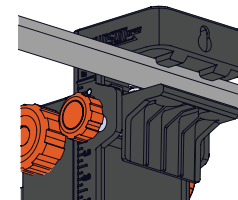

Figure 2 / Figure 2 / Figura 2
2. Place the track mount accessory onto a track, making sure the clamp is fully seated over the track. Tighten the track clamp knob to secure the track mount accessory to the track. See figure 2.
3. Place the track mount accessory onto a track, making sure the clamp is fully seated over the track. Tighten the track clamp knob to secure the track mount accessory to the track. See figure 2.
2. Placez l'accessoire de montage sur rail sur un rail, en vous assurant que le système de serrage soit bien en place sur le rail. Serrez le bouton de serrage du rail pour fixer l'accessoire de montage sur rail, au rail. Voir figure 2.
3. Placez l'accessoire de montage sur rail sur un rail, en vous assurant que le système de serrage soit bien en place sur le rail. Serrez le bouton de serrage du rail pour fixer l'accessoire de montage sur rail, au rail. Voir figure 2.